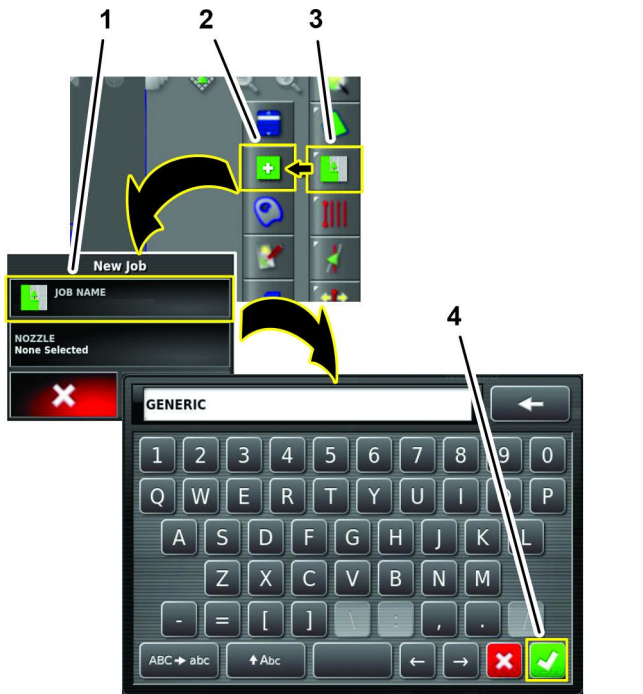

Figura 236
- Pulse el menú Trabajos y pulse el icono CREAR NUEVO TRABAJO (Figura 236).
- Utilice el teclado en pantalla para escribir un nombre para el trabajo genérico, y pulse el icono Confirmar (Figura 236).